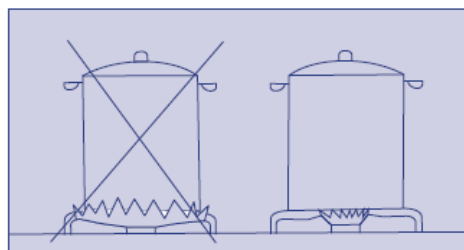

Figura 6
- Use recipientes de diámetro adecuado al quemador utilizado, evitando que la llama sobrepase la parte baja de los mismos (ver figura 6 y cuadro 3).